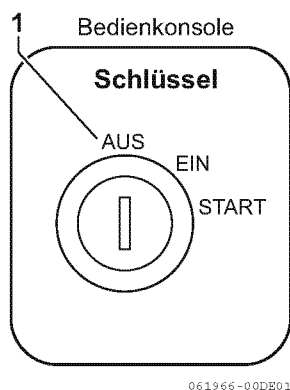

Abbildung 4
4. Den Schlüssel auf OFF (AUS) (1, **Abbildung 4**) drehen und abziehen.